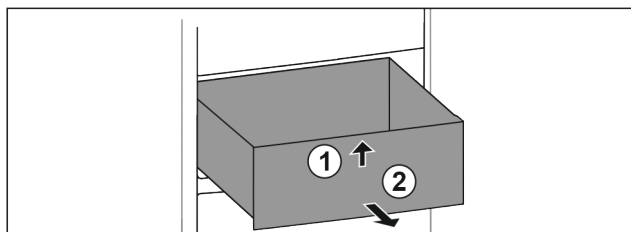

Fig. 59
- ▶ Løft skuffen foran. Fig. 59 (1)
- ▶ Ta ut skuffen framover. Fig. 59 (2)